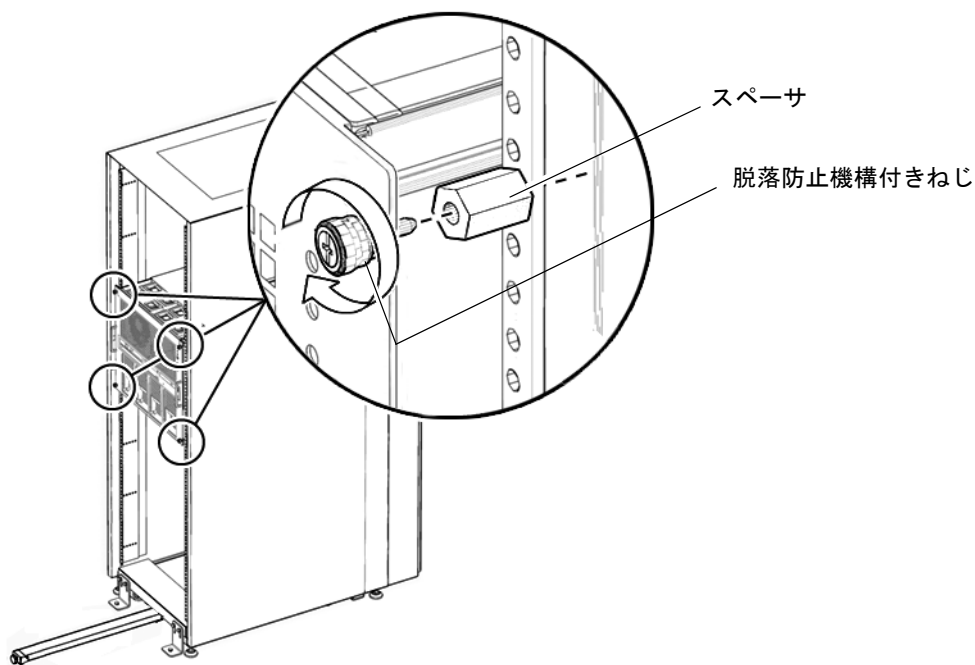

図 2-7 スぺーサと脱落防止機構付きねじの位置合わせ (Sun SPARC Enterprise M5000 サーバーの場合)
11. 装置ラックの前面にスぺーサを固定します (図 2-7)。